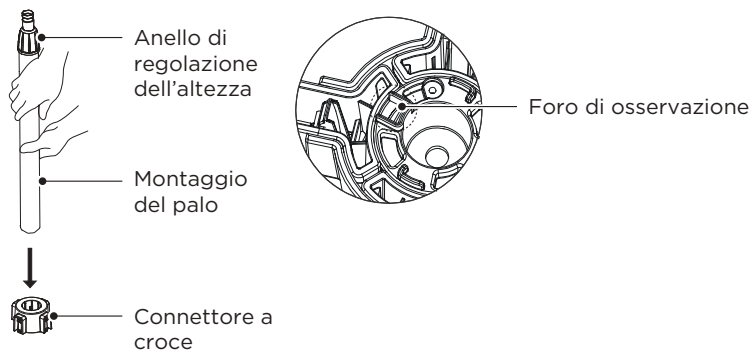

Fig.1
- 1 Inserire il gruppo palo nel connettore dall'alto verso il basso, assicurarsi che sia installato in posizione (attraverso il foro passante nella parte inferiore del connettore, è possibile giudicare se il palo è installato in posizione). (Fig.1)